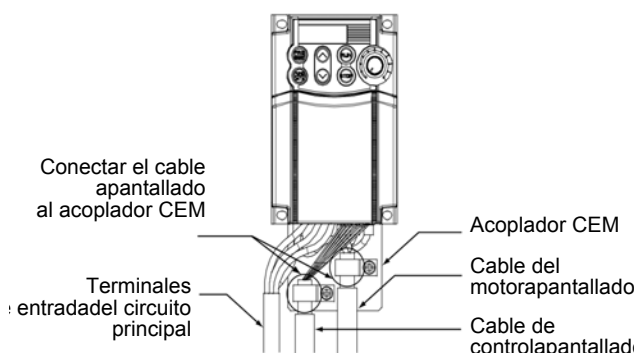

Fig. 11-3-2 Conexión del cable apantallado
- 2) Utilice un cable apantallado lo más corto posible para el motor. Conecte el apantallamiento al acoplador para poner el cable a tierra. Conecte a continuación el apantallamiento eléctricamente con los terminales de tierra del motor. (Véase la Fig. 11-3-2)